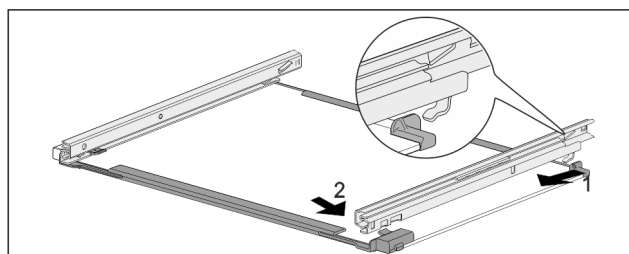

Fig. 254 Pllaka e xhamit me shinat
- Kapni shinën në kapëse në pjesën prapa. Fig. 254 (1)
- Kapni shinën në kapëse në pjesën përpara. Fig. 254 (2)